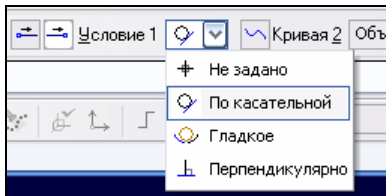

Рис. 6.20. Список Условия сопряжения
- ◆ в случае отключения автоматического режима вы можете управлять параметрами соединительной кривой на Панели свойств. Для этого выберите условия сопряжения соединительной и исходных кривых в выпадающем списке **Условие сопряжения** (рис. 6.20). Система предлагает следующие условия сопряжения: